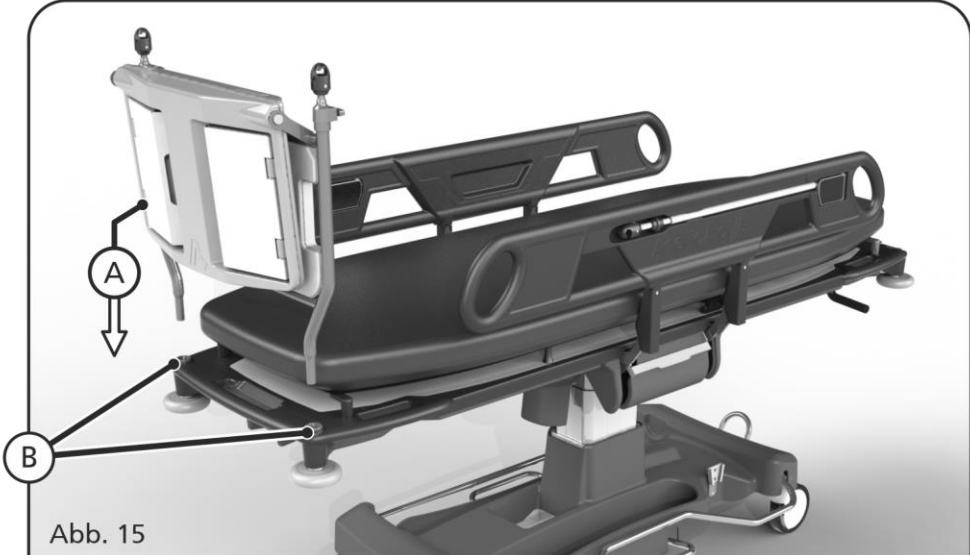
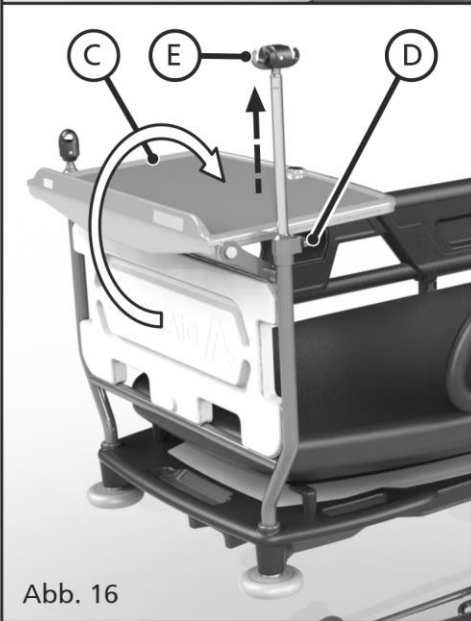

Abb. 15
Abb. 16
Setzen Sie, wie in Abb. 15 dargestellt, die Monitorablage mit herausnehmbarer Erfrischungstablett (A) in die Aufnahmebuchsen am Fußende des Wagens (B) ein. Schwenken Sie das abnehmbare Erfrischungstablett (C) über den Rahmen, so dass es über dem Fußende der Patientenliegefläche als Monitorablage sitzt, wie in Abb. 16 dargestellt. Die Monitorablage hat eine sichere Arbeitslast von 25 kg (55.1lbs).
Ein loser Infusionsständer kann in eine der beiden Aufnahmebuchsen am Fußende der Liege eingeführt werden; siehe Abb. 15 (B). Anweisungen zur Verwendung des Spenders siehe Abschnitt 15 „Verwendung des Infusionsständers“.